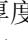

图 15-82 选项栏
- (4) 单击“构件”面板中的“梯段”按钮和“直梯”按钮，在“选项”栏中设置“定位线”为“梯段：中心”，输入“实际梯段宽度”为“1200.0”，勾选“自动平台”复选框，如图 15-82 所示。